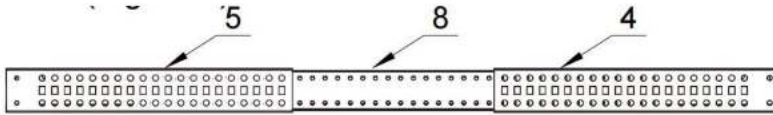

Figure 1
1. Alignez les supports d'angle gauche (n° 4) et les supports d'angle droit (n° 4) avec les sections centrales (n° 8), faites glisser les supports d'angle au-dessus des sections centrales. (Figure 1).